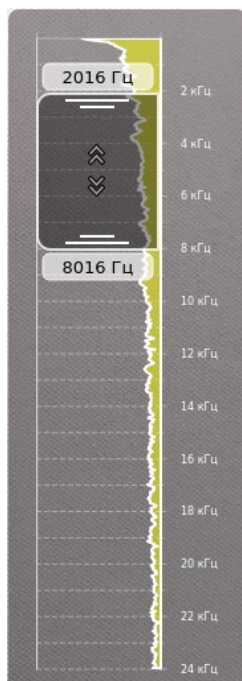

Рисунок A.56
2. Спектр (рисунок A.56).
На вкладке *Спектр* отображается частотная развертка текущего акустического сигнала в точке, на которую указывает маркер цели (рисунок A.56).